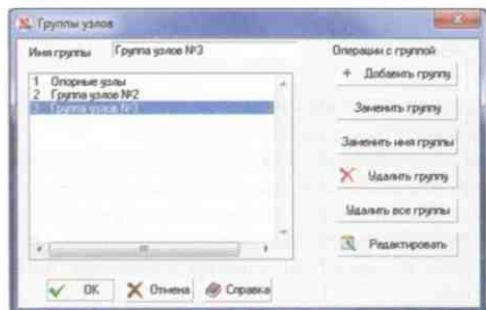
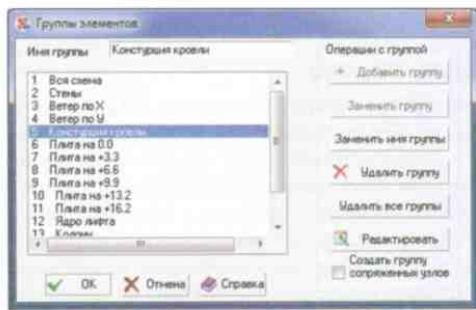

Рис. 6.6-3. Диалоговое окно
Рис. 6.6-4. Диалоговое окно
- ввести в диалоговом окне Группы узлов (рис. 6.6-3) или Группы элементов (рис. 6.6-4) имя группы и нажать кнопку Добавить группу;